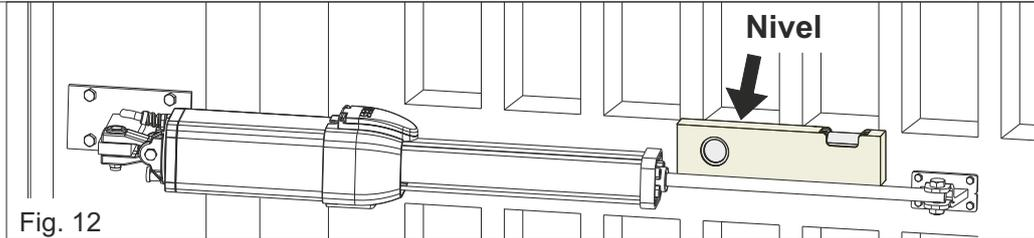

Fig. 12
- 2 - Para un funcionamiento correcto, es importante instalar el actuador y los soportes delantero y trasero en posición perfectamente horizontal con la ayuda de un nivel, como se muestra en Fig. 12
**El soporte debe ser instalado de manera que el operador esté perfectamente horizontal (Fig.12)**